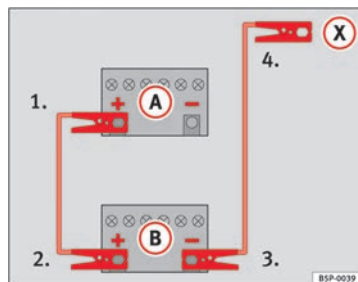
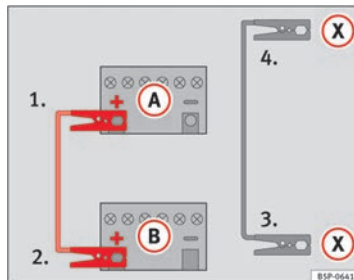

Fig. 168 Esquema de conexión para vehículos sin sistema Start Stop.
Fig. 169 Esquema de conexión para vehículos con sistema Start Stop.
- Emborne un extremo del cable **rojo** de emergencia al polo positivo (+) del vehículo con la batería descargada (A) ⇒ fig. 168.
- Emborne el otro extremo del cable **rojo** de emergencia al polo positivo (+) del vehículo que suministra la corriente (B).
- Emborne un extremo del cable **negro** de emergencia al polo negativo (-) del vehículo que suministra la corriente (B) ⇒ fig. 168.
- Emborne el otro extremo del cable **negro** de emergencia (X), en el vehículo con la batería descargada, a una pieza de metal masiva que vaya atornillada al bloque motor o al mismo bloque motor pero más alejado posible de la batería (A).
- Emborne un extremo del cable *rojo* de emergencia al polo positivo (+) del vehículo con la batería descargada (A) ⇒ fig. 169.
- Emborne el otro extremo del cable *rojo* de emergencia al polo positivo (+) del vehículo que suministra la corriente (B).
- Emborne un extremo del cable *negro* de emergencia (X) a un terminal de masa adecuado, a una pieza de metal maciza que vaya atornillada al bloque motor o al mismo bloque motor ⇒ fig. 169.
- Emborne el otro extremo del cable *negro* de emergencia (X), en el vehículo con la batería descargada, a una pieza de metal maciza que vaya atornillada al bloque motor o al mismo bloque motor pero más alejado posible de la batería (A).